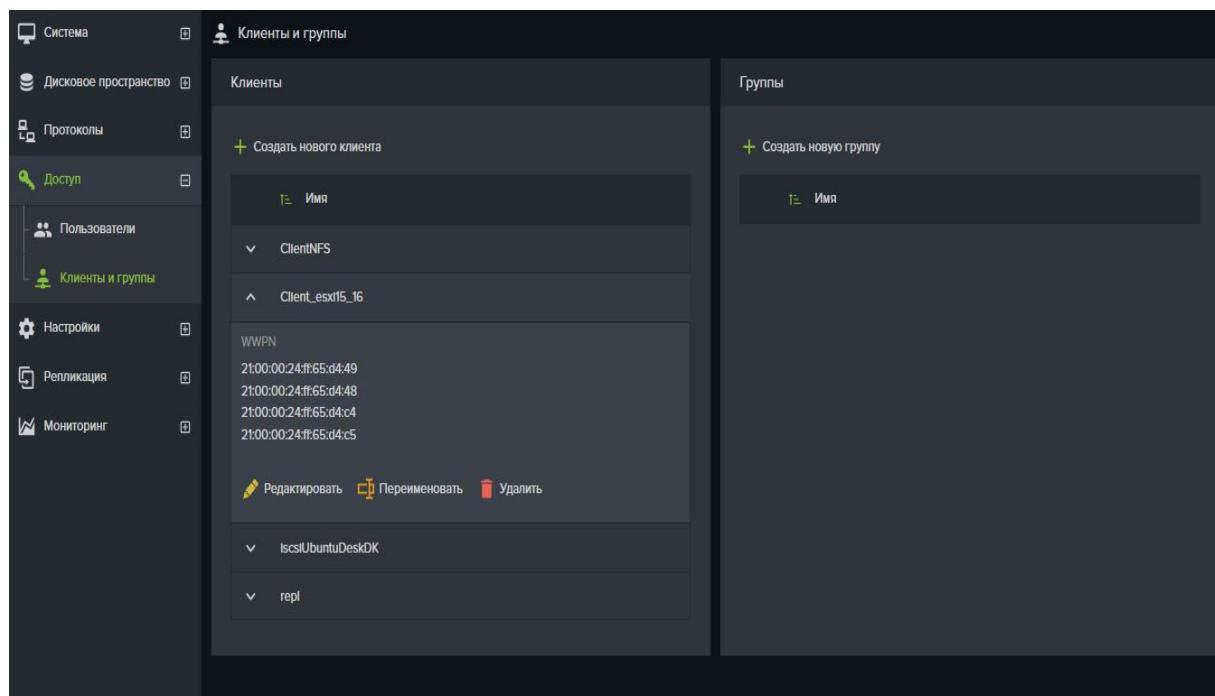

Рисунок 15. Вкладка меню «Доступ»
1. Перейдите во вкладку меню «**Доступ**» → «**Клиенты и группы**» (см. Рисунок 15);